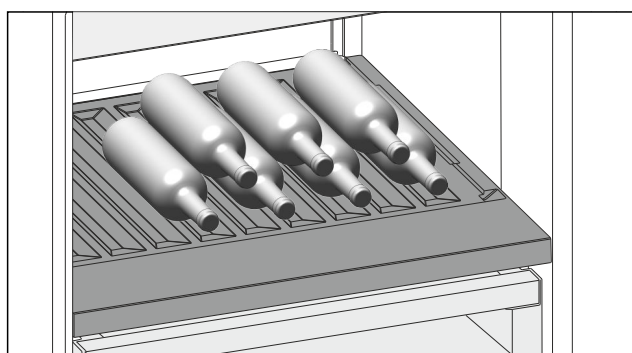

Fig. 189 Immagine a titolo di esempio
- Inserire le bottiglie con il fondo rivolto verso la parte posteriore. (vedere Fig. 189)